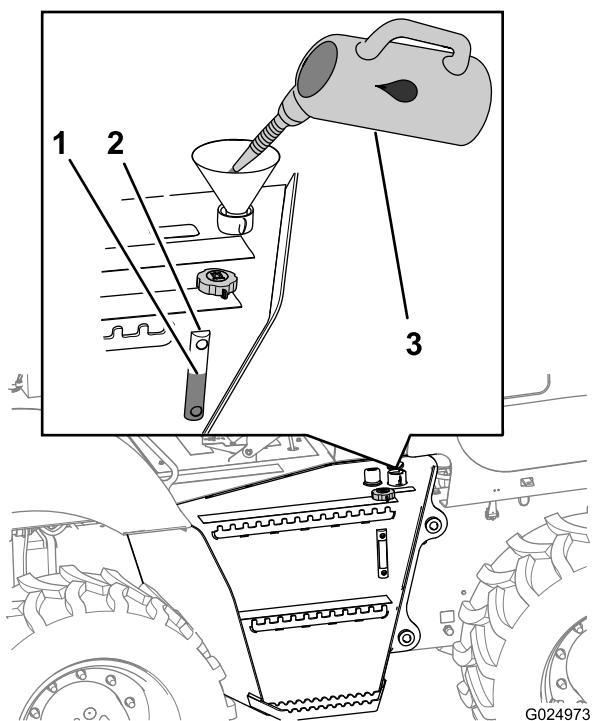

Figura 114
1. Abasteça o reservatório de fluido hidráulico com o fluido hidráulico especificado, até o nível atingir o ponto intermediário do visor de nível (Figura 114).
3. Instale a tampa (Figura 114).